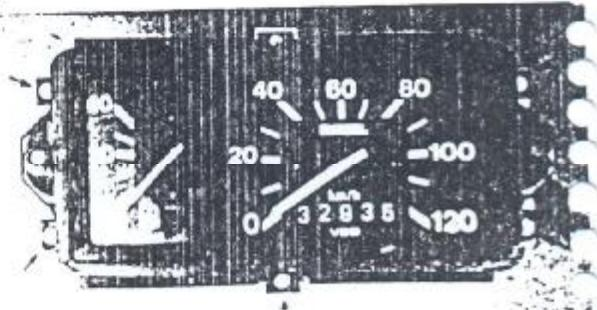

Figura 9.57.1 - Fixação da lente do conjunto dos instrumentos
- Remover os seis parafusos de fixação da lente do conjunto (Figura 9.57.1). Remover o conjunto da lente e tampa.
3. Posicionar a lente do conjunto e fixá-la com os 6 parafusos (Figura 9.57.1).